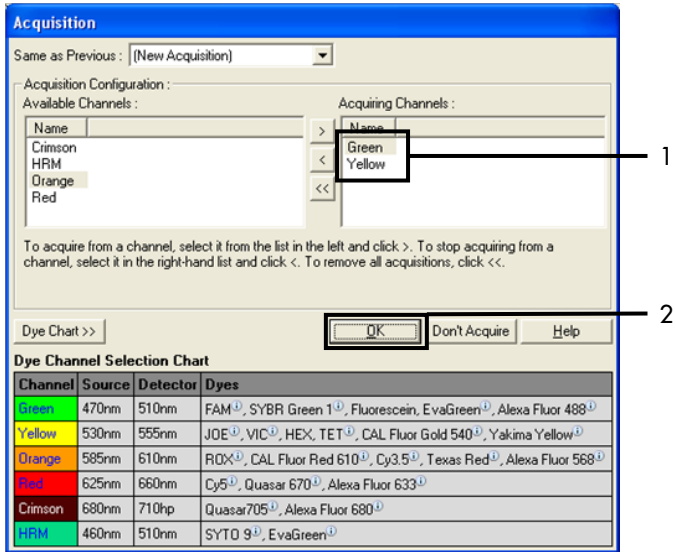

Figura 27. Adquisición en el paso de ciclado a 60 °C. 1 = canales seleccionados; 2 = "OK" (Aceptar).
10. Seleccione Green y Yellow como canales de adquisición. Haga clic en > para transferir estos canales de la lista Available Channels (Canales disponibles) a la sección Acquiring Channels (Canales de adquisición). Haga clic en OK (Aceptar) (figura 27).